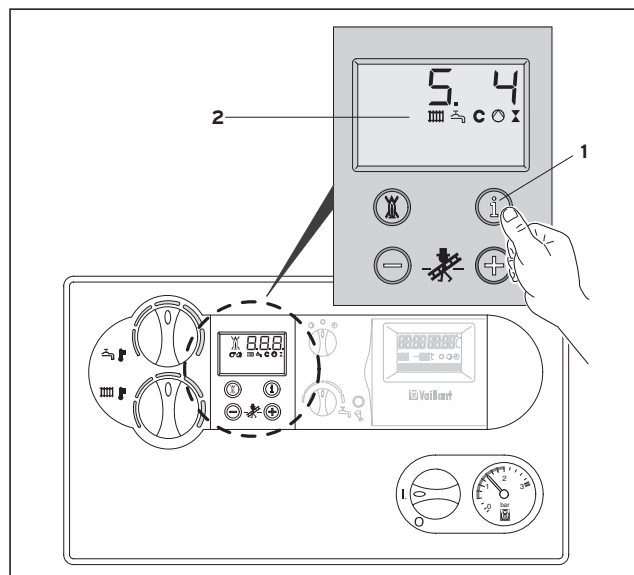

Fig. 3.13 Indicatoarele de stare
3.6 Indicatoarele de stare (fig. 3.13) (pentru lucrările de întreținere și servizare efectuate de specialist)
- Indicatoarele de stare se activează prin acționarea tastei „i” (1).